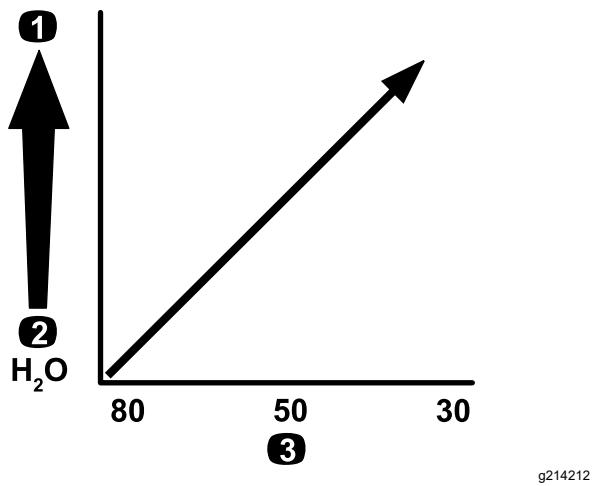

Figure 12
**Important:** Si vous pulvérisez des produits chimiques de viscosité plus élevée (plus épais) ou des solutions avec poudres mouillables, vous devrez peut-être utiliser un maillage plus grossier pour le filtre d'aspiration en option ; voir Figure 12.